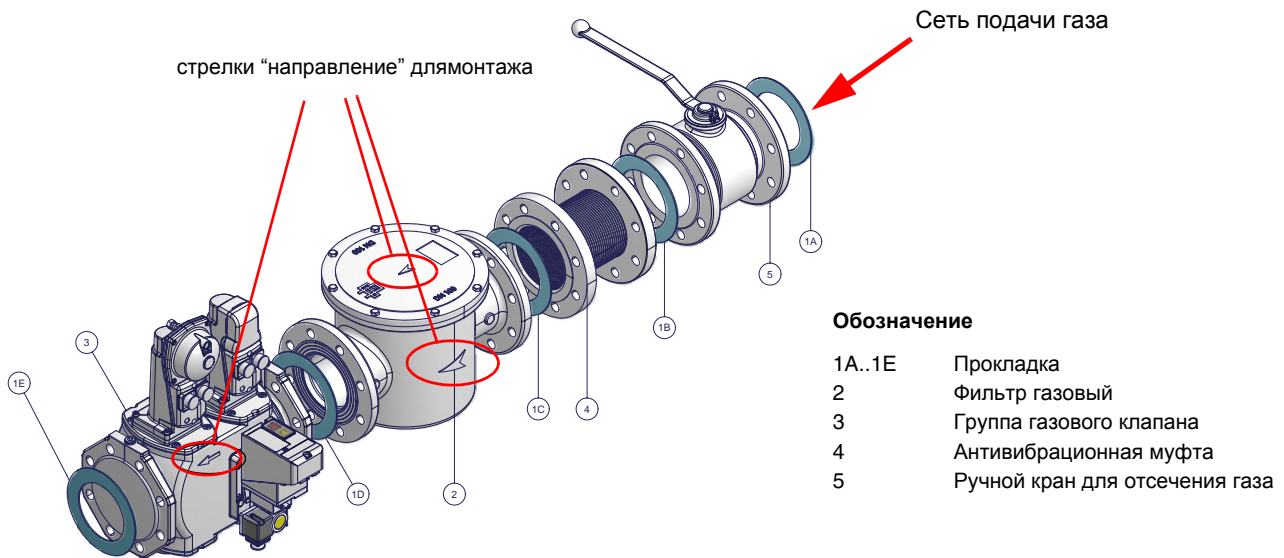

Рис. 3 - Пример газовой рампы
- 1 - б) при фланцевых соединениях: между соседними компонентами устанавливать прокладку (1А..1Е - Рис. 3), совместимую с используемым газом,
**ВНИМАНИЕ:** после монтажа газовой рампы согласно схеме на Рис. 3, необходимо провести тестирование на герметичность газового контура, согласно требований действующих нормативов.
**⚠ ВНИМАНИЕ:** после монтажа газовой рампы согласно схеме на Рис. 3, необходимо провести тестирование на герметичность газового контура, согласно требований действующих нормативов.